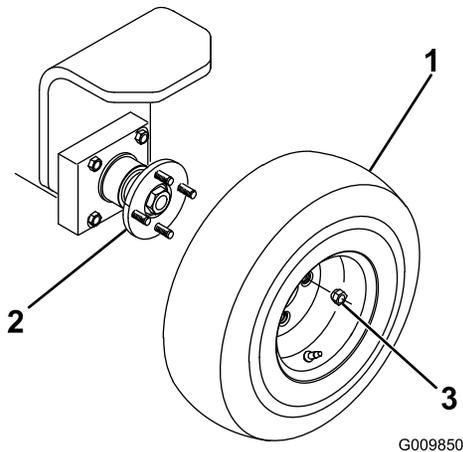

Figura 2
1. Monte el conjunto de la rueda sobre el cubo de la rueda trasera (Figura 2).
2. Instale las tuercas de las ruedas (Figura 2) y apriételas a 61–88 Nm).